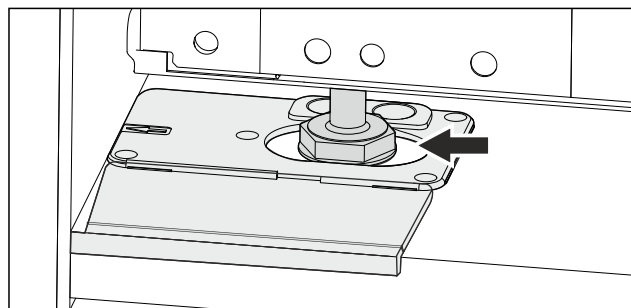

Fig. 45
- Vyrovnejte spotřebič pomocí seřizovacích nožek. Fig. 45 ()